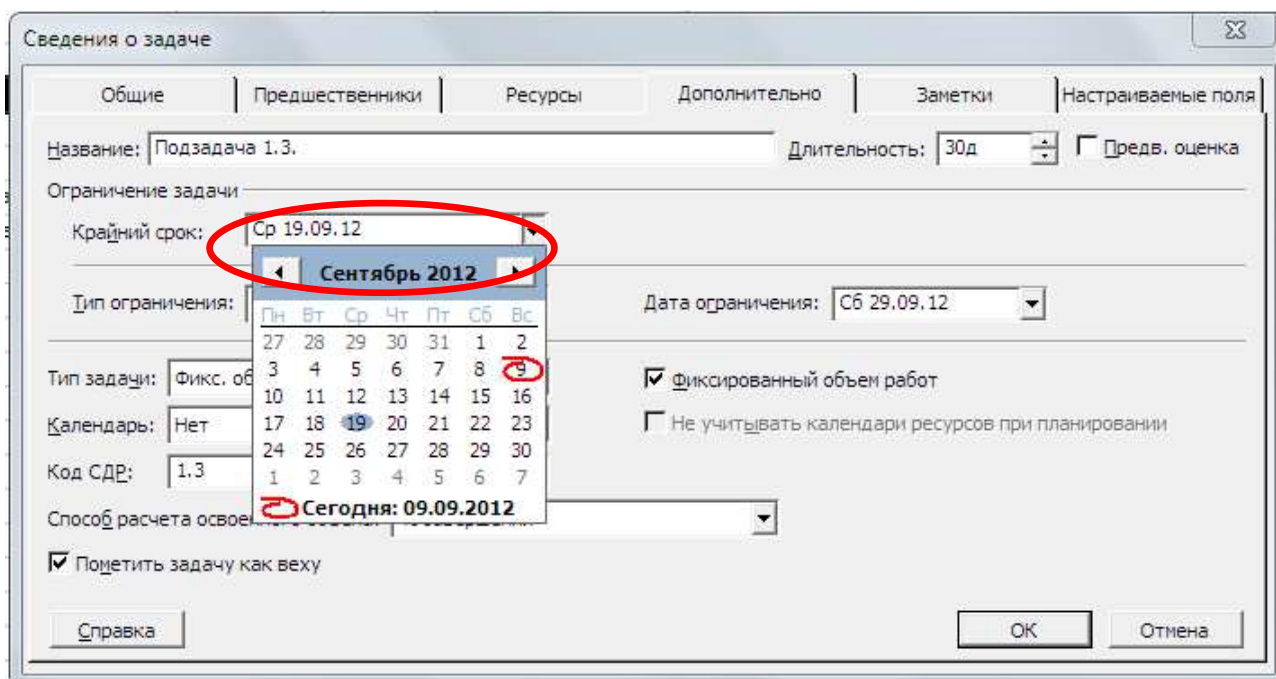

Рис. 25 – Установление крайнего срока в окне **Сведения о задаче**
33. Для установления крайнего срока необходимо вызвать диалоговое окно *Task Information* (Сведения о задаче). В диалоговом окне, на вкладке *Advanced* (Дополнительно), внести (или выбрать в календаре) нужную дату (рис. 25).